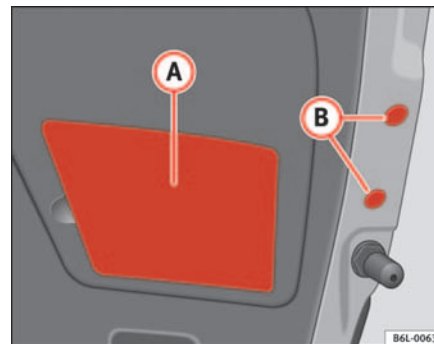

Fig. 153 Feu arrière dans le hayon
- Retirer le cache en plastique (A) ⇒ page 228, fig. 153 et les bouchons en plastique (B) ⇒ page 228, fig. 153 en faisant levier avec soin avec la partie plate du tournevis, en faisant attention de ne pas rayer la peinture.